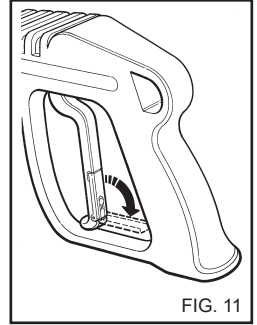

FIG. 11
- Quando a máquina de jato de água a alta pressão não for utilizada, feche o dispositivo de segurança do punho (fig.11).